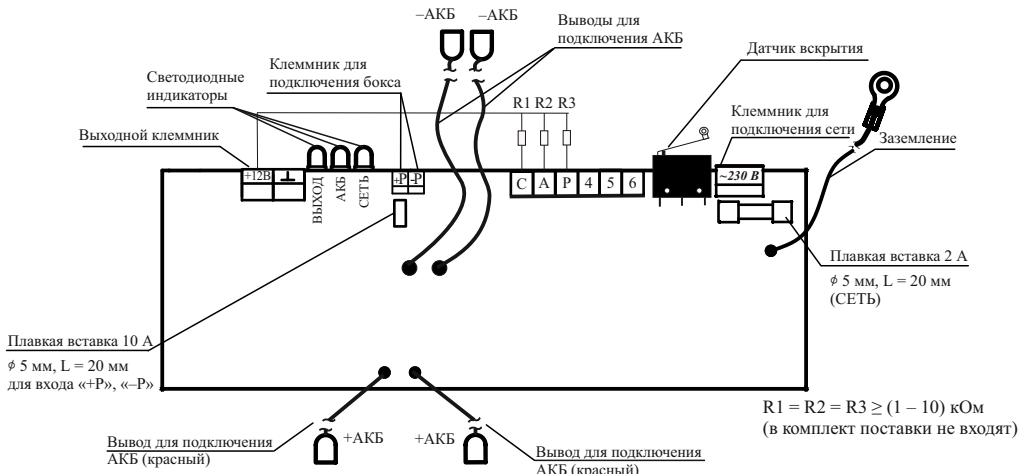

Рисунок 1
При закрытии крышки источника питания срабатывает концевой выключатель, который производит изменение состояния на клеммах «4», «5» и «6» (рисунок 1). При нажатии рычага концевого выключателя контакты «4» и «5» замкнуты, а «4» и «6» разомкнуты. При открытой крышке контакты «4» и «5» разомкнуты, а «4» и «6» замкнуты.
- 6.4 Для подключения источника следует использовать провода с сечением, указанным в 2.15. Подключение источника (рисунок 1) производить в следующей последовательности: